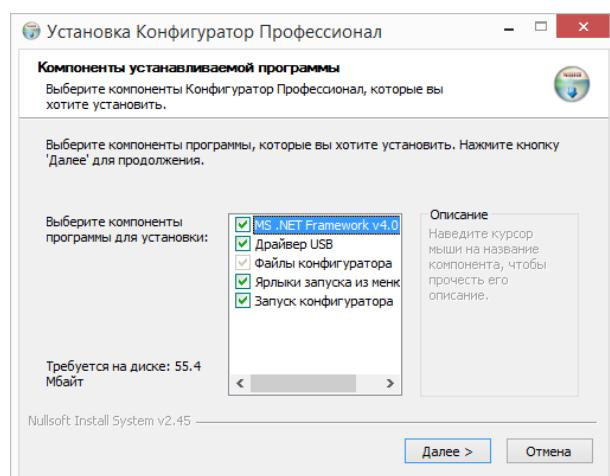

Рисунок 4.1 — Окно Компоненты устанавливаемой программы
1. В открывшемся окне оставьте установленными все флагки и нажмите кнопку **Далее >** (см. рисунок 4.1).